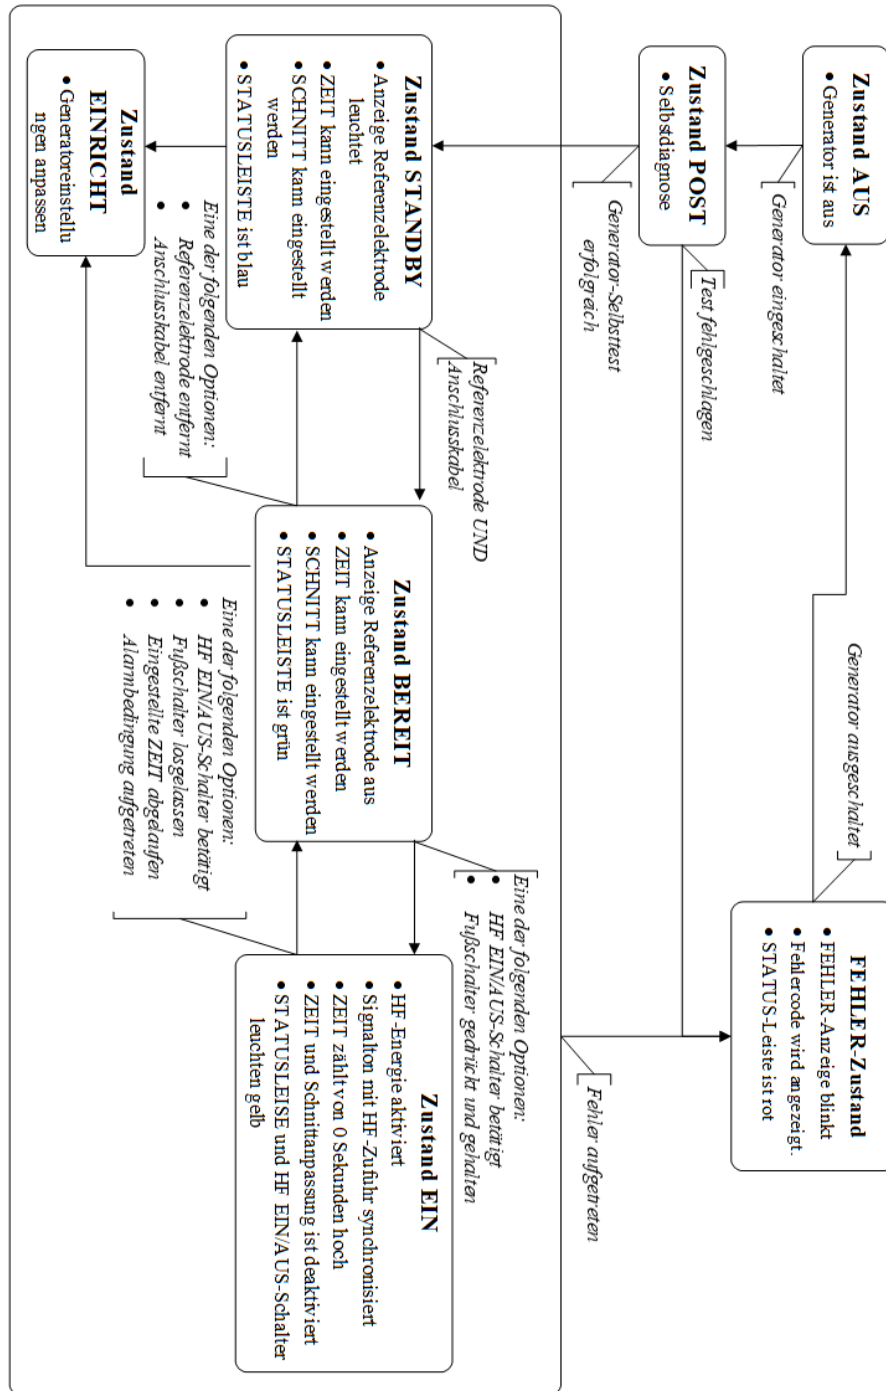

Abbildung 5-3 – Flowchart der Generatorzustände
- (1) **Stromversorgungsanzeige:** Diese grüne LED leuchtet, wenn der Generator eingeschaltet ist.
- (2) **FEHLERanzeige:** Diese rote LED leuchtet und blinkt, wenn ein SystemFEHLER aufgetreten ist. Systemfehler sind unter anderem gescheiterte Selbsttests, Hardware-Schutzfehler, Hardware-Messfehler und Software-Fehler. Um das Gerät nach einem Systemfehler neu zu starten, muss der Generator aus- und wieder eingeschaltet werden. Beachten Sie hierzu die Gebrauchsanweisungen.
- (3) **Umgebungslichtsensor:** Dieser Sensor erfasst die Intensität des Umgebungslichts. Die Helligkeit des Displays wird automatisch an die Intensität des Umgebungslichts angepasst – hell (HIGH) in einem hellem Raum und gedämpft (LOW) in einem dunkleren Raum.
- (4) **Fehleranzeige Referenzelektrode:** Die rote LED leuchtet, wenn KEINE Referenzelektrode an den Generator angeschlossen ist ODER wenn die gemessene Impedanz einer Überwachungsreferenzelektrode (Doppelfolie) über 150 Ohm liegt und einen schlechten Patientenkontakt anzeigt. Hinweis: Verwenden Sie ausschließlich Referenzelektroden, die den Anforderungen der Norm IEC 60601-2-2:2017 entsprechen oder diese sogar noch übertreffen.
- (5) **ZUSTANDSanzeige:** Dieses Fenster zeigt den aktuellen ZUSTAND des Generators an. Die verschiedenen Zustände des Generators und ihre Zusammenhänge werden in Abbildung 5-3 – Flowchart der Generatorzustände dargestellt.
- (6) **ZEITeinstellungsfenster:** Dieses Fenster zeigt die gewünschte Dauer der HF-Ausgabe (in Sekunden) an. Ferner zeigt dieses Fenster die Funktionen der Softkeys an, mit denen die ZEIT eingestellt wird.
- (7) **Softkeys linke Seite:** Mit diesen Tasten werden die Parameter eingestellt. Ihre Funktion wird (sofern zutreffend) im Display rechts neben dem Softkey angezeigt. Die Pfeile nach oben ▲ und nach unten ▼ werden beispielsweise angezeigt, wenn die zu verwendenden Tasten einen einzustellenden Wert erhöhen oder vermindern.
- (8) **SCHNITTEinstellungsfenster:** Dieses Fenster zeigt den gewünschten SCHNITTmodus an. SCHNITTmodi sind spezifisch für das BMC-HF-Gerät und werden in Abschnitt 0 beschrieben. In den Gebrauchsanweisungen des BMC-HF-Geräts sind die geeigneten, zu verwendenden Einstellungen zu finden. Ferner zeigt dieses Fenster die Funktion der Softkeys an, mit denen der SCHNITT eingestellt wird.
- (9) **Softkeys rechte Seite:** Mit diesen Tasten werden die Parameter eingestellt. Ihre Funktion wird (sofern zutreffend) im Display links neben dem Softkey angezeigt. Die Pfeile nach oben ▲ und nach unten ▼ werden beispielsweise angezeigt, wenn die zu verwendenden Tasten einen einzustellenden Wert erhöhen oder vermindern.
- (10) **Softkeys untere Reihe:** Diese Softkeys haben verschiedene Funktionen. Die Funktion jeder Taste wird (sofern zutreffend) im Display über dem Softkey angezeigt.
- (11) **Meldungsfenster:** Dieses Fenster zeigt bei Bedarf Meldungen zu Funktionen und Informationen an.
- (12) **Anschluss Referenzelektrode:** An diesen patienten-isolierten Anschluss wird eine zugelassene Dispersions-(Referenz-)Elektrode angeschlossen. **Verwenden Sie ausschließlich Dispersionelektroden, die den Anforderungen der Norm IEC 60601-2-2:2017 entsprechen oder diese sogar noch übertreffen.** Es können sowohl nicht überwachende Elektroden (Einfachfolie) oder Überwachungselektroden (Doppelfolie) verwendet werden.
- (13) **Anschluss für Anschlusskabel:** An diesen patienten-isolierten Anschluss wird das RFP-100A Anschlusskabel angeschlossen. Zur Auswahl des geeigneten Anschlusskabelmodells sind die Gebrauchsanweisungen des BMC-HF-Geräts zu beachten.
- (14) **EIN/AUS-Schalter und Anzeige HF:** Durch Drücken und Loslassen dieser Taste wird die Zufuhr von HF-Energie ausgelöst, wenn sich der Generator im Zustand BEREIT befindet. Mit dieser Taste wird die Zufuhr von HF-Energie beendet, wenn sich der Generator im Zustand EIN befindet. Die in die Taste integrierte Anzeige leuchtet gelb, wenn sich der Generator im Zustand EIN befindet.
- (15) **USB-Port (Seite):** Wenn ein USB-Speicherstick angeschlossen wird, können die Behandlungsdaten der letzten zwanzig (20) Anwendungen von HF-Energie heruntergeladen werden. Wenn der Stick angeschlossen bleibt, werden die Daten von anschließenden HF-Behandlungen jeweils pro Behandlung heruntergeladen.